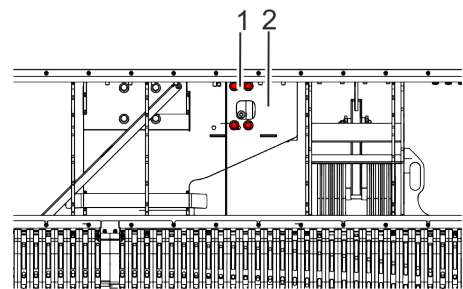

Abb. 60: Getriebeabdeckung entfernen
5. Mit Schraubenschlüssel 4 Schrauben (Abb. 60/1) lösen.
6. Getriebeabdeckung (Abb. 60/2) entfernen.
13. Getriebeabdeckung mit den 4 Schrauben (Abb. 60/2) montieren.